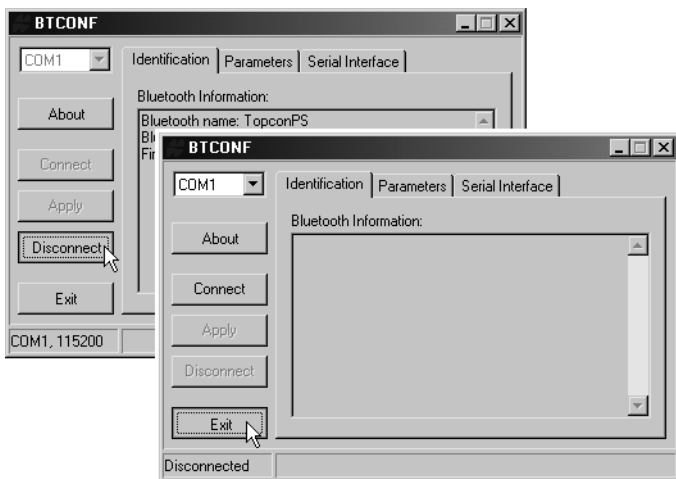

Figura 2-37. Haga clic en Disconnect y después en Exit
- Haga clic en **Disconnect** y después en **Exit** (Figura 2-37) para salir de BTCONF.